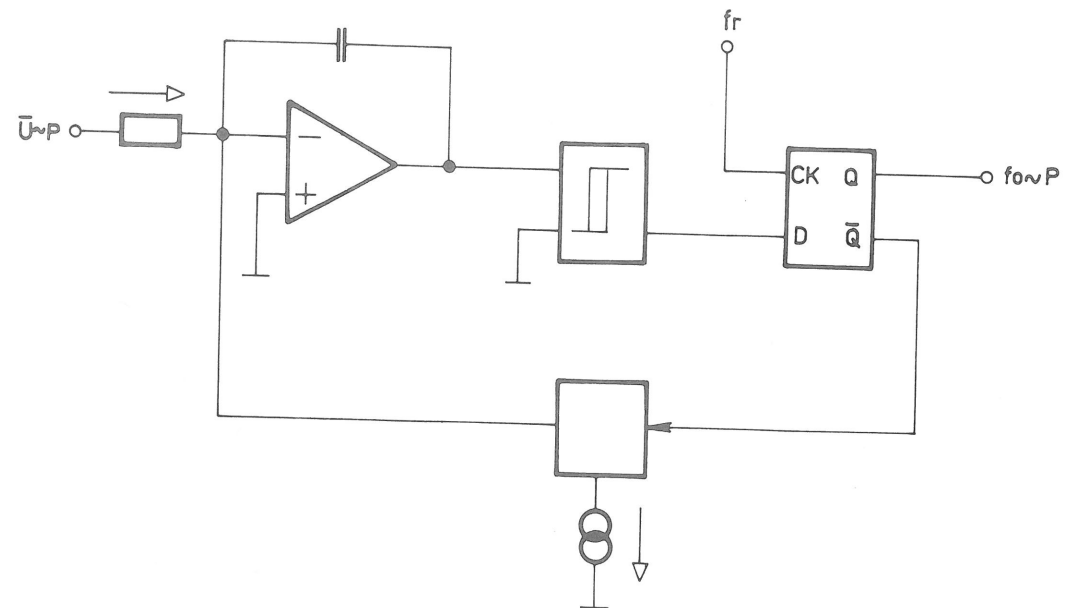

Рис. 4. Блок-схема преобразователя «напряжение-частота»
- Рис. 4. Блок-схема преобразователя «напряжение-частота»